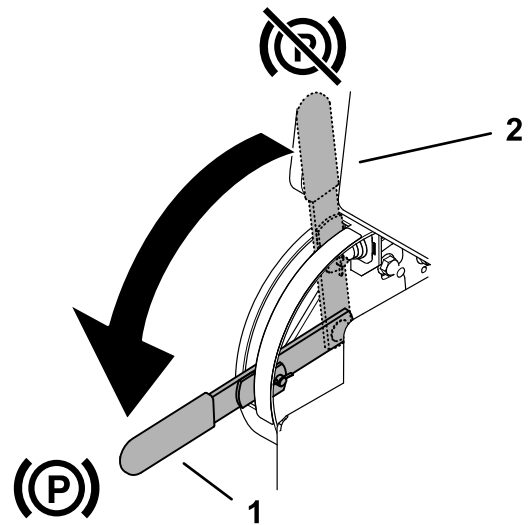

Figura 5
- Para engatar o travão de estacionamento, rode a alavanca para a baixo (Figura 5).
- Para desengatar o travão de estacionamento, rode a alavanca para cima (Figura 5).